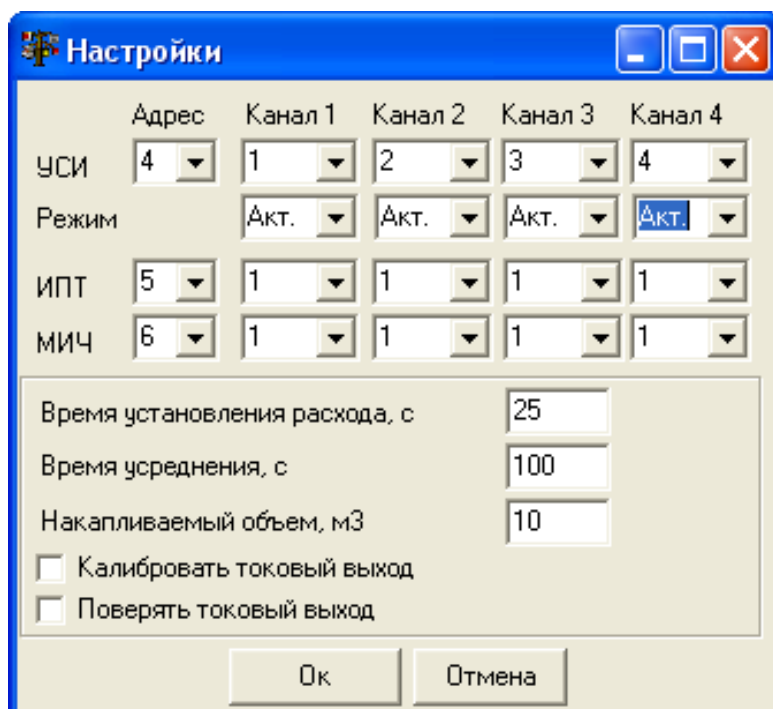

Рис. 24. Вкладка «Настройки».
2.6.3. Нажмите кнопку **Настройки**. На мониторе ПК появится вкладка (рис.24):
В окнах вкладки введите значения в соответствии с рис.24. При наличии в поверяемом приборе токового выхода, отметьте выполнение требуемых функций и нажмите кнопку **Ок**, после чего вкладка закроется.